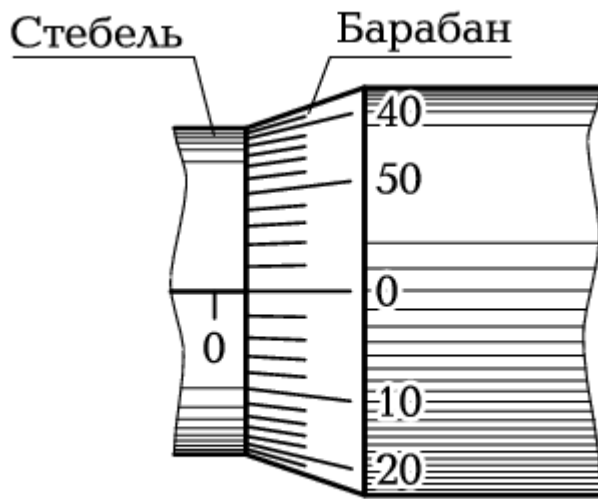

Рис. 2.4
- совместить нулевой штрих шкалы барабана с продольным штрихом шкалы стебля (рис. 2.4), для чего левой рукой охватить скобу микрометра, удерживая барабан в положении совпадения нулевых штрихов, а правой рукой вращать корпус трещотки по часовой стрелке до полного закрепления барабана на микровинте;
5. Установить микрометр на «О», для Рис. 2.4 чего необходимо: